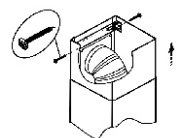

рис. 8
- Выдвиньте верхнюю фальштрубу, навесьте ее на кронштейн (рис.8) и закрепите винтами 3,5x11 мм.